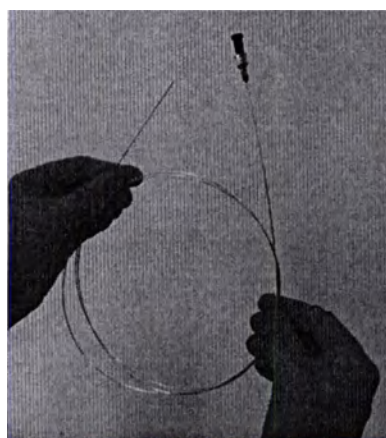

Рис. 12.28 – Волоконный рассеиватель
12.13.1 Прибор оснащен набором волоконных рассеивателей диаметром 600 мкм и общей длиной 2 м, предназначенных для подведения лазерного излучения к месту воздействия (рис.12.28).